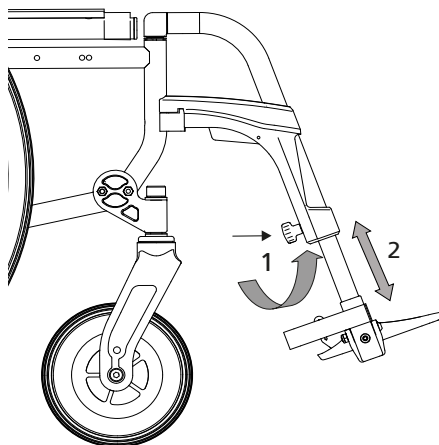

fig.13
1. For at indstille længden løsnes skrueanordningen en kvart omdrejning, og låseanordningen trækkes tilbage. (1, fig. 13)
2. Anbring fodpladen i en stilling, du synes er behagelig, og slip låseanordningen. Blokeringen sker automatisk i næste position. (2, fig. 13)